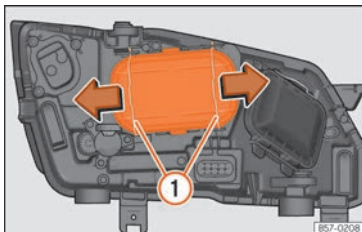

Abb. 53 Im Motorraum: Abdeckung entfernen.
- Verschieben Sie die Streben »» **Abb. 53** ① in Pfeilrichtung und nehmen Sie den Deckel ab.